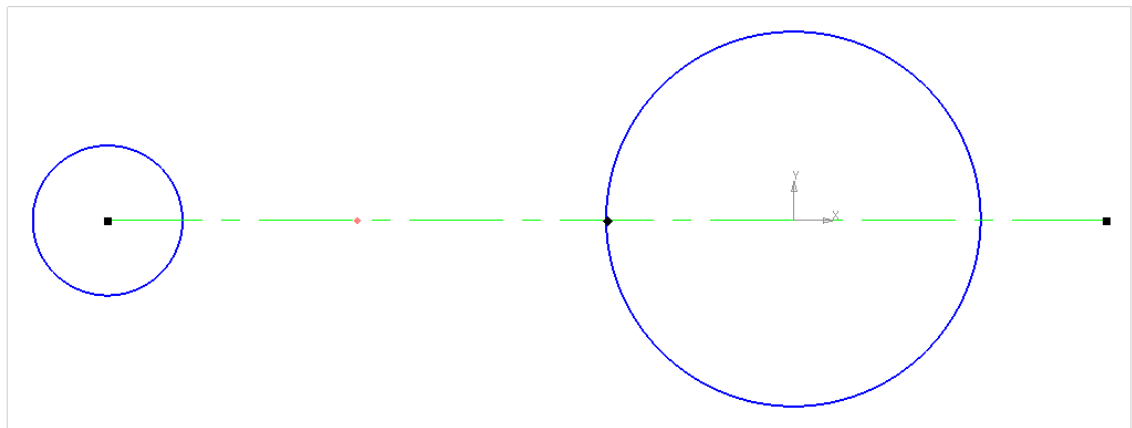

Рис. 4.3
2. Створюємо два кола на координатах $(0, 0)$ та $(0, -110)$ та проводимо між центрами цих кіл осеву лінію з координатами $(0, -110)$ та $(0, 50)$. Додаємо допоміжну точку на координатах $(0, -65)$. (рис. 4.3).